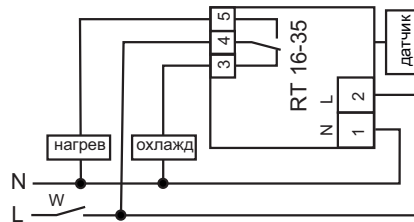

Рис. 2: схема подключения нагрузки мощностью до 2,0 кВт к устройству
5.2. Если устройство работает на **нагрев**, нагрузка подключена к нормально-разомкнутым контактам реле (рис. 2). При этом **светящийся красный светодиод** будет указывать на то, что реле замкнуто и нагревательный элемент включён. При достижении установленной температуры реле размыкается и отключает нагревательный элемент, светодиод гаснет.
5.3. Если устройство работает на **охлаждение**, нагрузка подключается к нормально-замкнутым контактам реле (рис. 2). При этом **светящийся светодиод** будет указывать на то, что температура находится в пределах установленных значений и охлаждающая установка отключена. При повышении установленной температуры реле размыкается и включает охлаждающую установку, светодиод гаснет.
7.2. Подключить нагрузку к изделию (см. рис.2). Для этого используйте одножильный или многожильный провод с двойной или усиленной изоляцией сечением, соответствующим мощности нагрузки. Переменное фазное напряжение подается на контакты **2** и **4**. Напряжение может подаваться через выключатель **W** или напрямую.
8.6.1. Подключить охлаждающую установку к нормально-замкнутым контактам реле согласно схеме (рис.2).